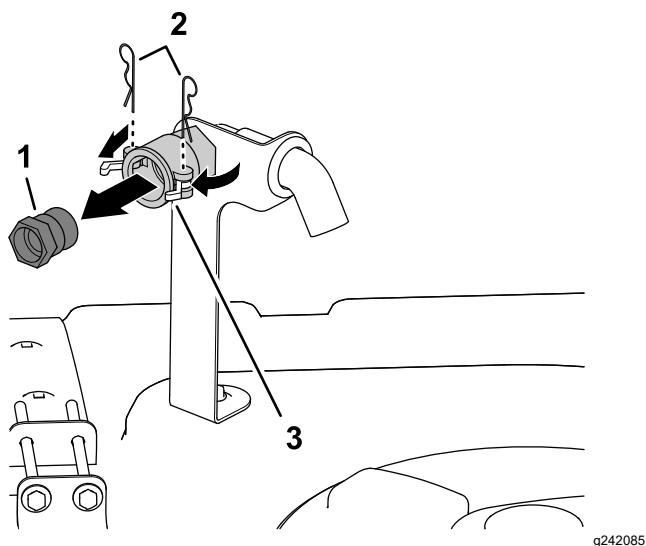

Figure 3
1. Sur le côté avant droit du couvercle de la cuve, enlevez les 2 goupilles fendues qui fixent les dispositifs de verrouillage du raccord rapide femelle pour l'embout de remplissage antisiphonnage (Figure 3).
2. Ouvrez les dispositifs de verrouillage pour déverrouiller le raccord rapide mâle du raccord rapide femelle (Figure 3).
3. Retirez le raccord rapide mâle du raccord rapide femelle (Figure 3).
4. Refermez les dispositifs de verrouillage et remettez les goupilles fendues dans les brides du raccord rapide femelle (Figure 3).